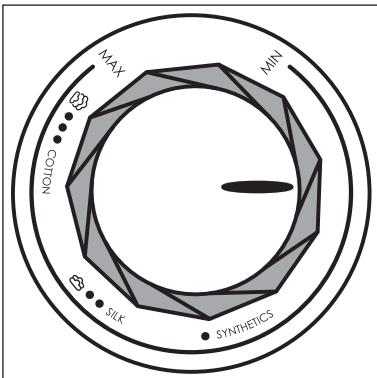

Fig. 2
- Tør strygning uden damp er mulig ved alle temperaturer. Dampstrygning er først mulig fra indstillingsområdet ● ● på temperaturindstillingen ⑥.
- 3) Indstil den rigtige temperatur med temperaturindstillingen ⑥ (se tabellen nedenfor og fig. 2).